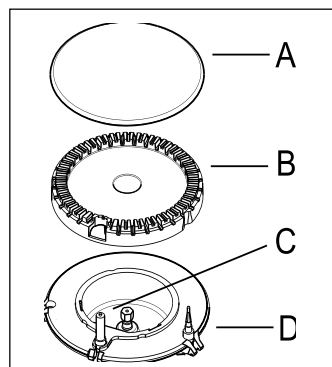

Рис. 1
- После появления пламени подержите ручку нажатой около **5 секунд**. Это даст термопаре (рис. 1 - поз. D) нагреться и отключить предохранительное устройство, в противном случае подача газа будет прервана. Затем убедитесь в стабильности пламени и отрегулируйте его на нужный уровень. Если после нескольких попыток разжечь горелку не удастся, проверьте крышку горелки (рис. 1, поз. A) и рассекатель (рис. 1, поз. B) находятся в правильном положении.
Электрический розжиг выполняется с помощью керамического и металлического электродов (рис. 1, поз. С). Содержите эти детали в чистоте для предотвращения трудностей с розжигом, а также проверяйте, чтобы отверстия в рассекателе пламени горелки не были засорены.